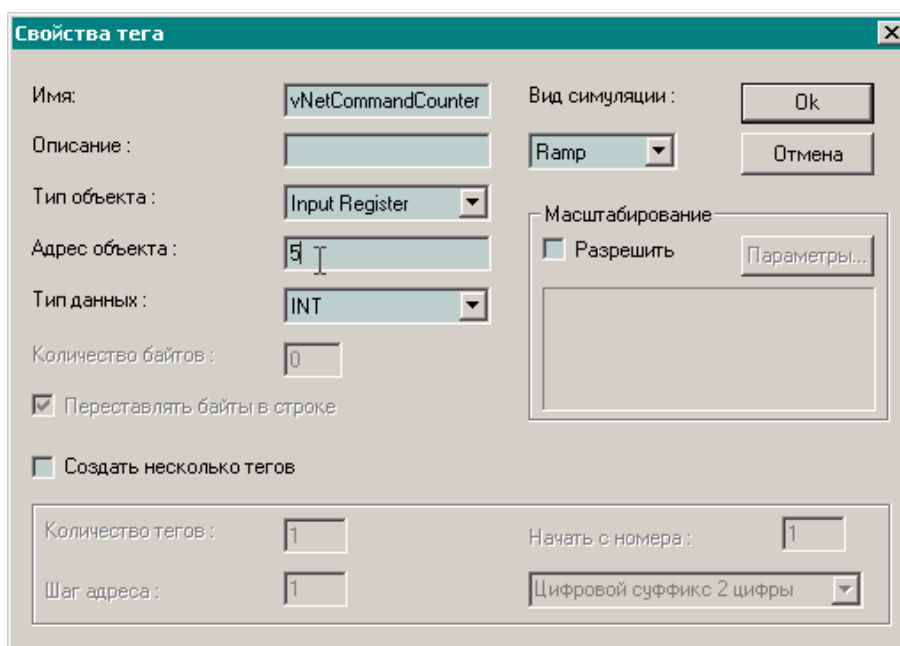

Рис. 73. Диалоговая панель Свойства тега при создании тега, соответствующего последнему значению счетчика, принятому контроллером
- Для добавления тега, который будет служить для приема последнего значения счетчика сетевых команд, принятого контроллером, нажмите кнопку  или выполните команду меню **Добавить–Новый тег** и в появившейся диалоговой панели **Свойства тега** введите параметры тега *prevNetCommandCounter*, как показано на рис. 73, и нажмите кнопку **Ok**.